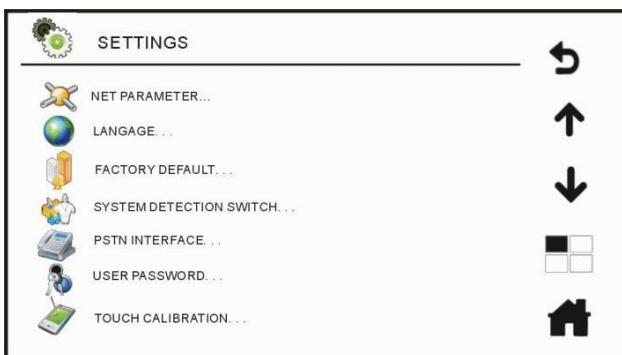
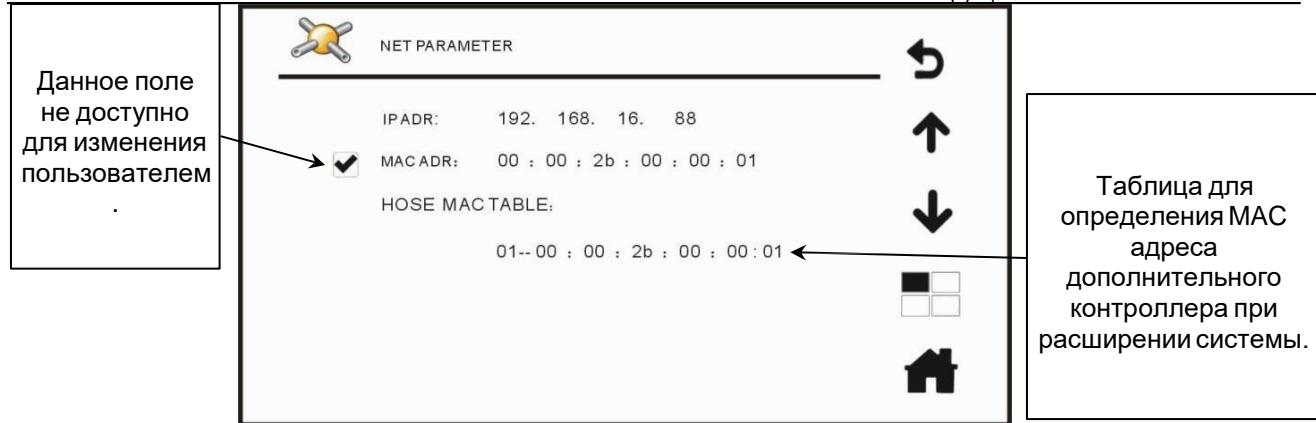

Рис. 4.25. Главное меню системных настроек
Рис. 4.26. Меню сетевых параметров
1. В окне **SETTINGS** (системные настройки), которое изображено на Рис. 4.25, нажмите кнопку подменю **NET PARAMETER** (сетевые параметры) и войдите в меню сетевых параметров для просмотра сетевой конфигурации системного оборудования. Здесь же можно делать запросы MAC-адресов оборудования. Меню сетевых параметров изображено на Рис. 4.26.
2. В окне **SETTINGS** (системные настройки), которое изображено на Рис. 4.25, нажмите кнопку подменю **LANGUAGE** (язык) чтобы войти в окно выбора языка системы и установите флажок напротив выбранного в списке языка: так вы сможете переключить интерфейс системы на удобный язык.